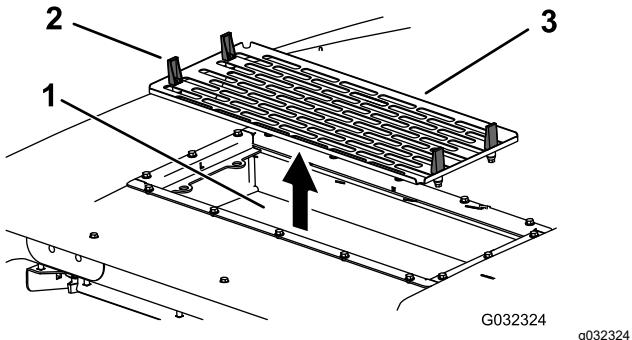
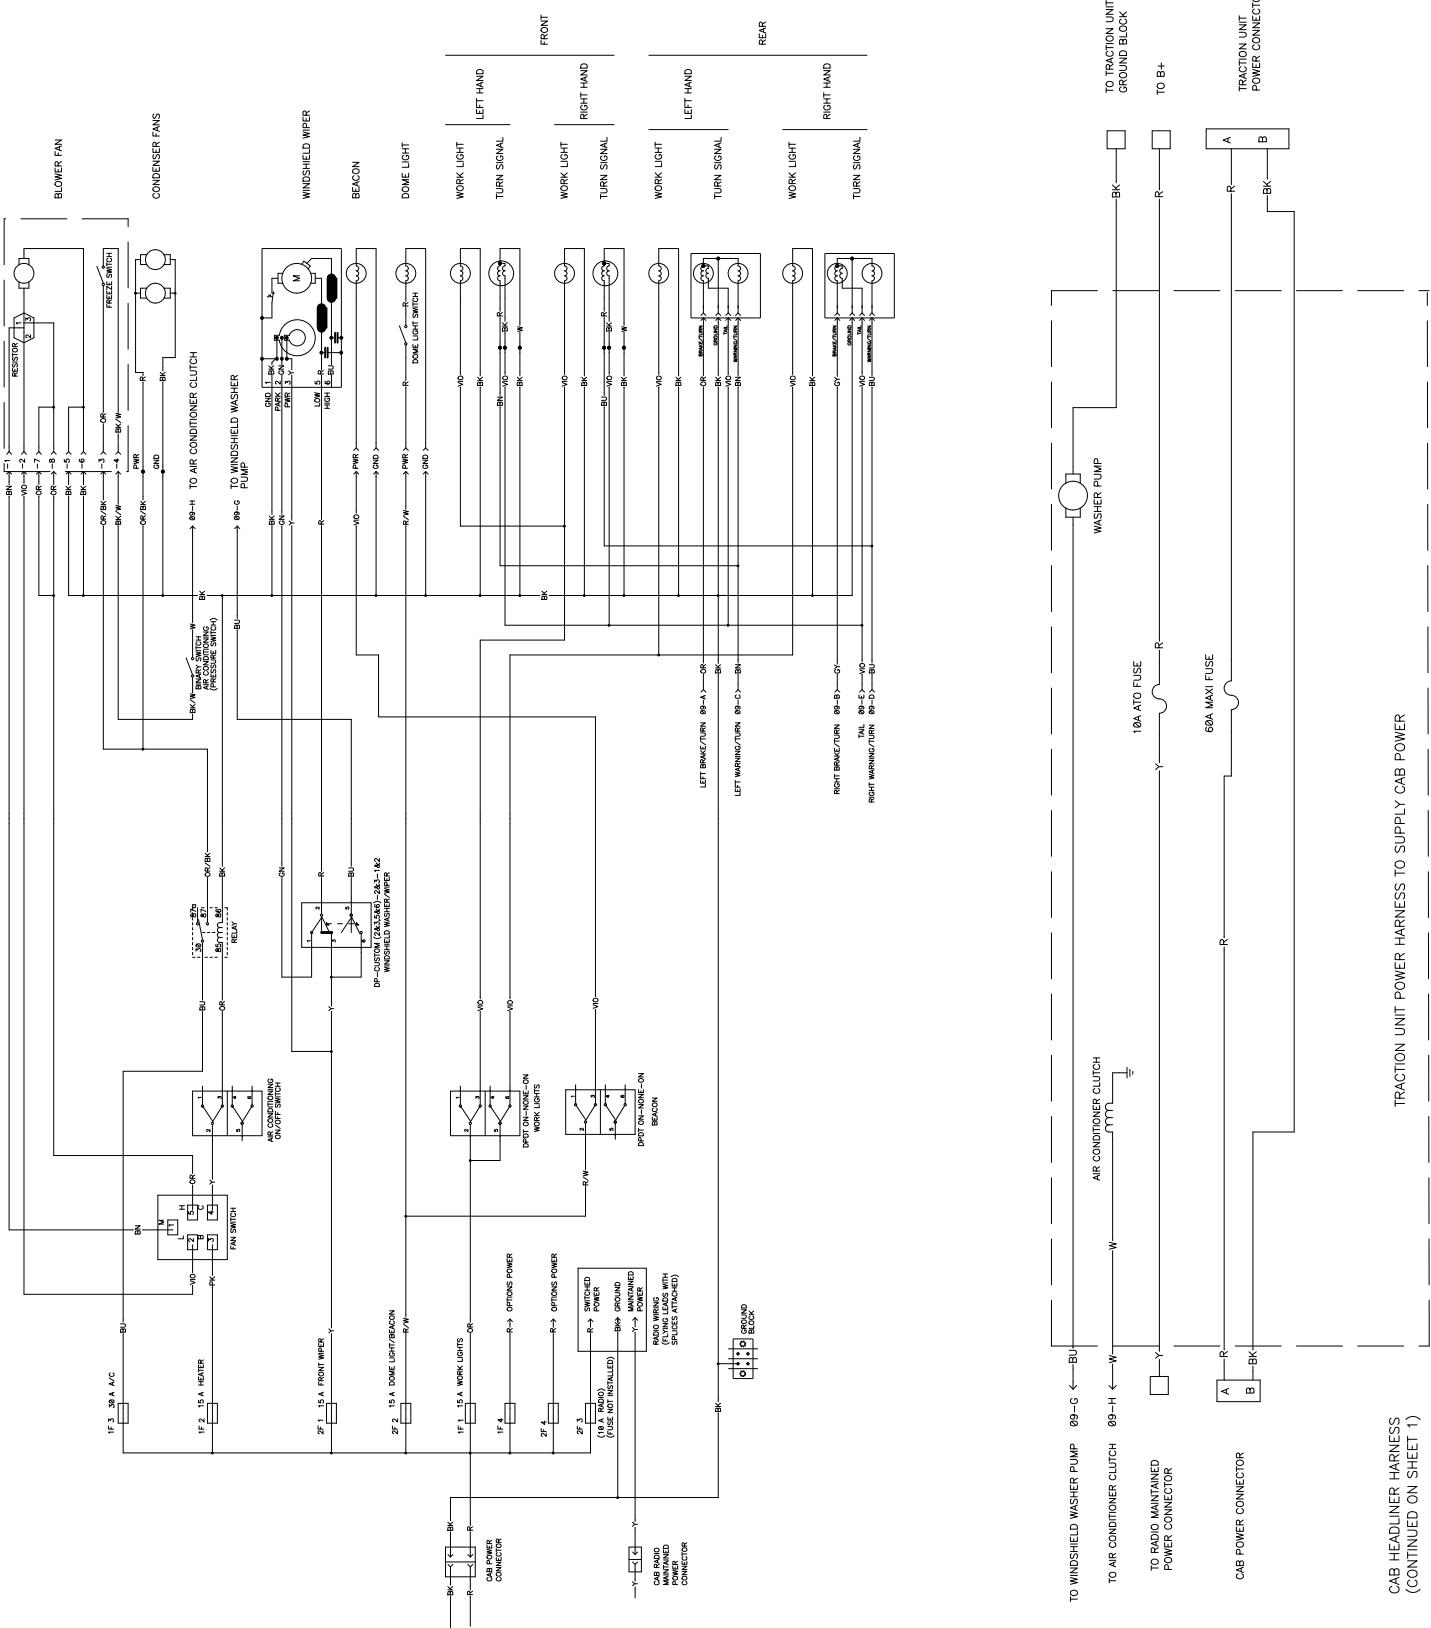

**Figura 62**
**Figura 63**
2. Scollegate il filo per ciascuna ventola (Figura 62).
3. Rimuovete le 2 manopole e rimuovete il gruppo della ventola (Figura 62).
4. Aprite i 4 fermi sul gruppo dell'aria condizionata e rimuovete la griglia (Figura 63).
7. Installate i filtri dell'aria, la griglia e il gruppo ventola (Figura 60, Figura 63 e Figura 62).
8. Collegate il filo per ciascuna ventola (Figura 62).